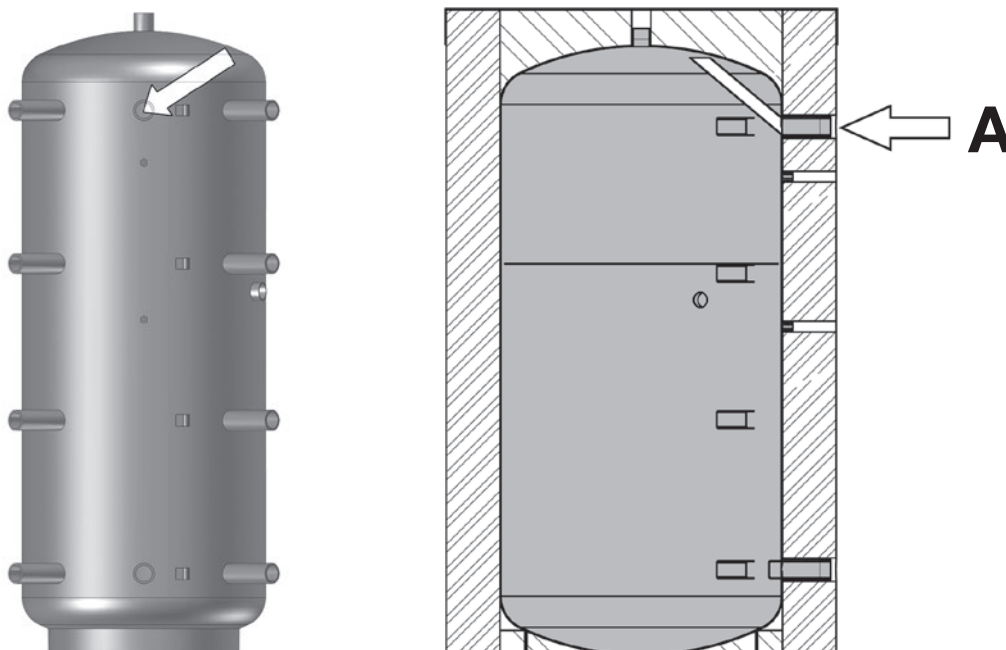

Abb. 4.7: Anschlussposition am Pufferspeicher für die Speicherkreis-Vorlaufzuleitung der Frischwasser-Station
Beim Betrieb der Frischwasser-Station mit Oventrop Pufferspeichern der Reihe „Hydrocor HP“ ist darauf zu achten, die **Zuleitung „Speicherkreis Vorlauf“ (A)** an den **mittleren Anschluss-Stutzen** (Abb. 4.7) anzuschließen.